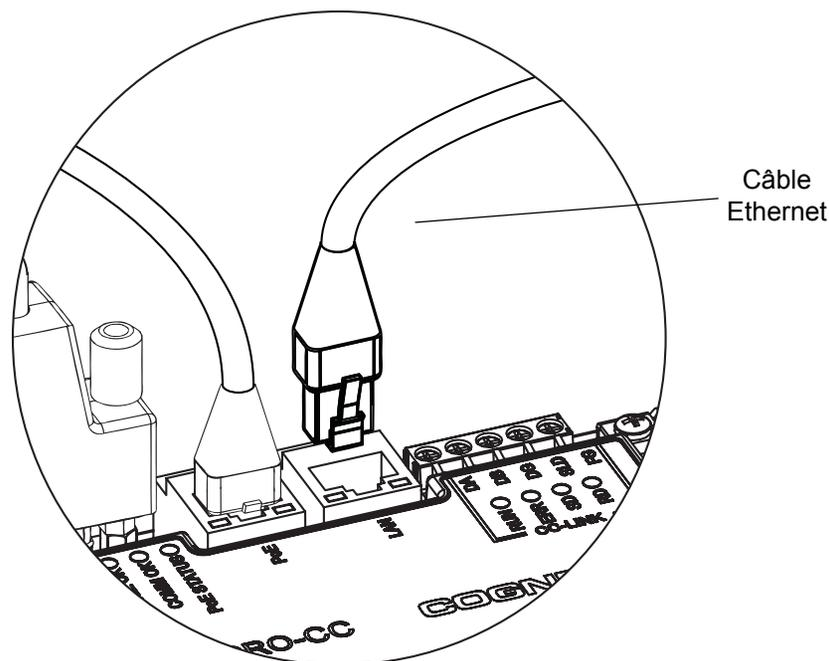

Figure 2-10 : Raccordement du module d'E/S à un réseau
11. Raccordez le module d'E/S à un réseau Ethernet en branchant l'une des fiche d'un câble Ethernet au port LAN RJ-45 du module d'E/S, comme indiqué sur la Figure 2-10, et l'autre fiche au réseau.